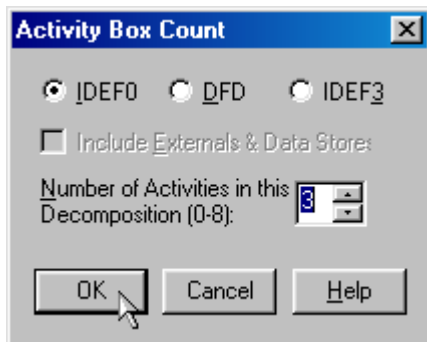

Рисунок 2.1 – Диалоговое окно **Activity Box Count**
1. Выберите кнопку  перехода на нижний уровень в палитре инструментов и в диалоговом окне **Activity Box Count** (рисунок 2.1) установите число работ на диаграмме нижнего уровня - 3 - и нажмите кнопку **OK**.